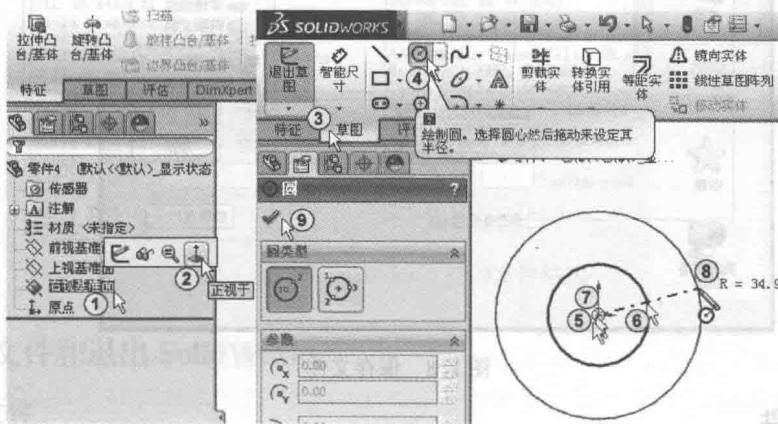

图 1-6 绘制两个同心圆
(1) 进入零件文件界面后，从特征管理器中选择“右视基准面”→“正视于”，如图 1-6 中①②所示；单击“草图”，切换到草图绘制面板，如图 1-7 中③所示；单击“圆”按钮④，如图 1-6 中④所示；在绘图区中单击确定圆心，如图 1-6 中⑤所示，向远离圆心的位置移动鼠标到一定的距离后单击，如图 1-6 中⑥所示，绘制出一个小圆；在绘图区中再次单击圆心，如图 1-6 中⑦所示，向远离圆心的位置移动鼠标，到一定的距离后单击，如图 1-6 中⑧所示，绘制出一个大圆；单击“确定”按钮⑨，如图 1-6 中⑨所示。